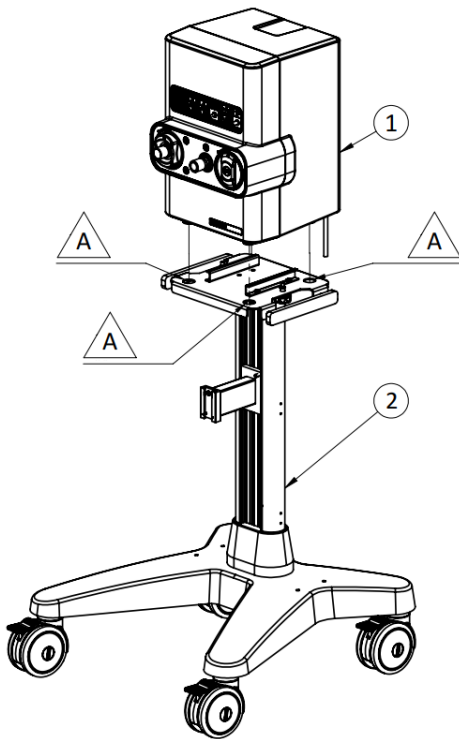

Fig. 3-2 Montaje sobre pedestal.
Tomar el pedestal (2) y frenar dos de sus ruedas para asegurar su posición. Alinear sobre el pedestal la unidad ventilatoria (1) de forma tal que sus patas de goma coincidan con las perforaciones de la bandeja del pedestal (A). Apoyar la unidad ventilatoria sobre la bandeja del pedestal (Fig. 3-2).